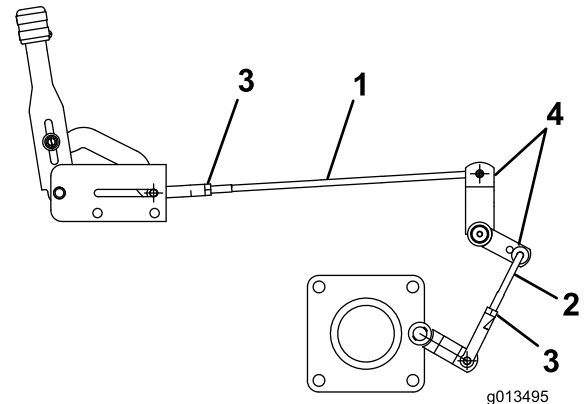

図 26
2. アクチュエータ・ロッドのジャムナットをゆるめる（(図 26)）。アクチュエータ・ロッドを固定しているコッター・ピンを抜き、ロッドを回転させて、アクチュエータの長さを調整する。調整ができれば、新しいコッター・ピンでアクチュエータ・ロッドを止め、ジャムナットで固定する。